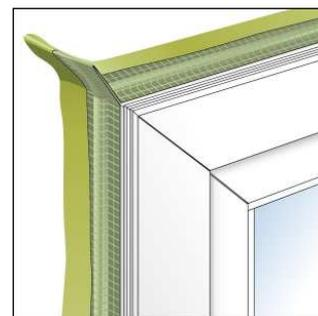

Рис.2 Соедините концы ленты на углах.
- Согните ленту наружной стороной . Соедините самоклеящиеся полосы в угловых элементах. Рис.2